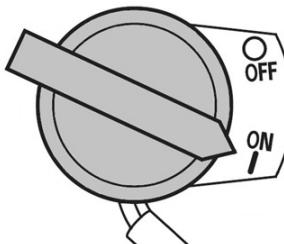

Рис. 13 Выключатель зажигания
5. Выключатель зажигания переведите в положение «ON» (ВКЛЮЧЕНО) (Рис. 13).
При возникновении аварийной ситуации, для экстренной остановки двигателя мотопомпы переведите выключатель зажигания двигателя в положение «OFF» (ВЫКЛЮЧЕНО) (Рис. 13).
- Переведите выключатель зажигания в положение «OFF» (ВЫКЛЮЧЕНО) (Рис. 13).